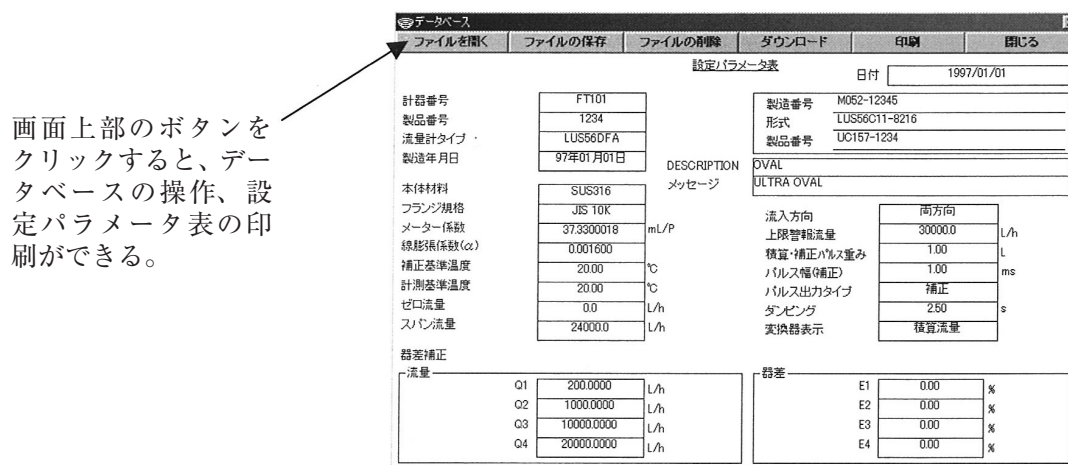

図60
- ④ 選択されたファイルのデータが図60のようなフォーマットで表示されます。